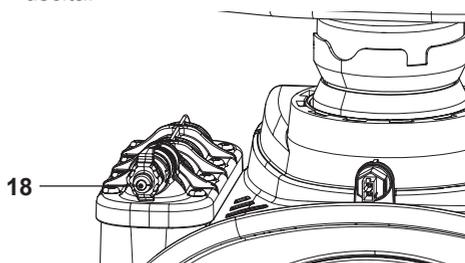

Figura 6.4
- Prima di allentare il raccordo di sfiato scambiatore primario condensante 18 in Figura 6.4 collegare un tubicino di scarico al portagomma per far defluire l'acqua in uscita.